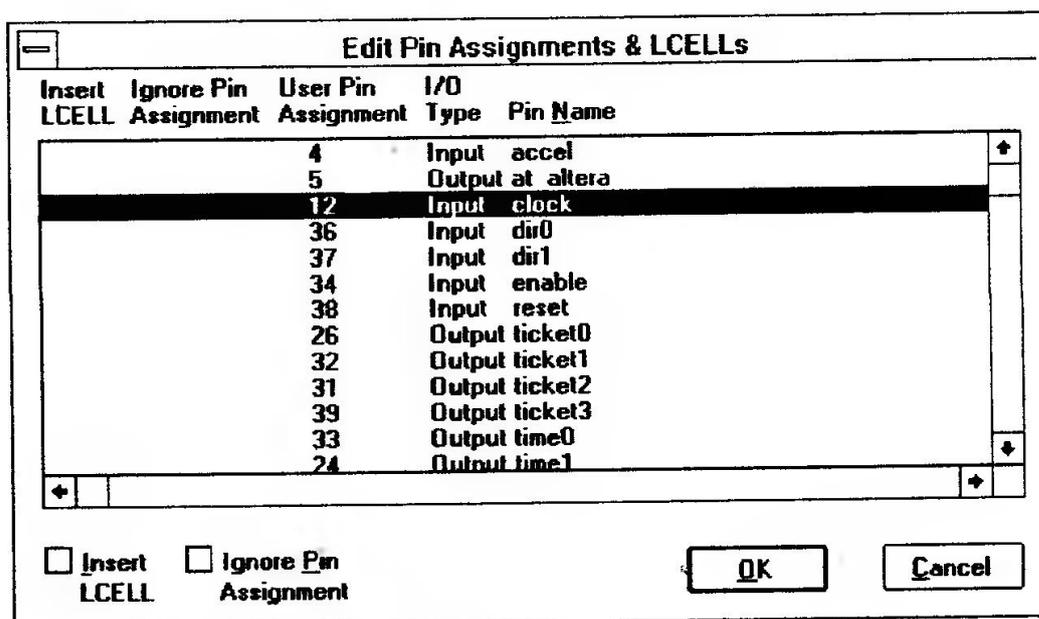

Рис. 2.47
- а) Щелкните кнопку 1 на имени clock в списке для его выделения, как показано на рис. 2.47.